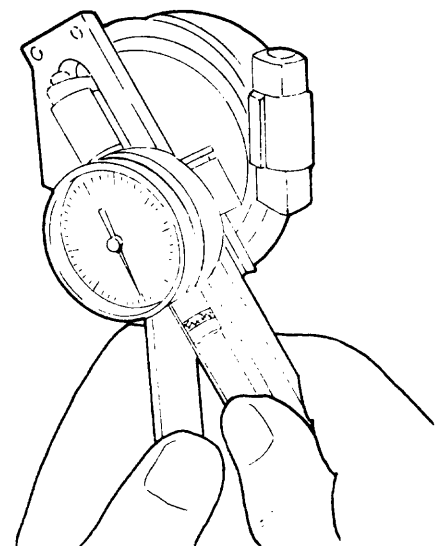

Fig. 2
- c Verifique con un micrómetro de interiores, el diámetro de la cabeza de la biela (fig. 2) y compárelo con la especificación del fabricante.